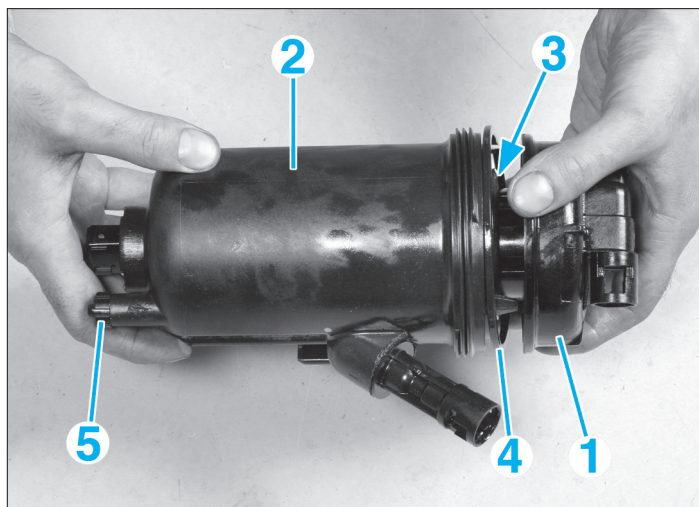

FIG. 23
- Nettoyer le couvercle (1) et l'intérieur de la cuve (2) (fig. 23).
- Placer la cartouche neuve (3) sur le couvercle.
- Ouvrir la vis de vidange (5) du filtre (fig. 23).